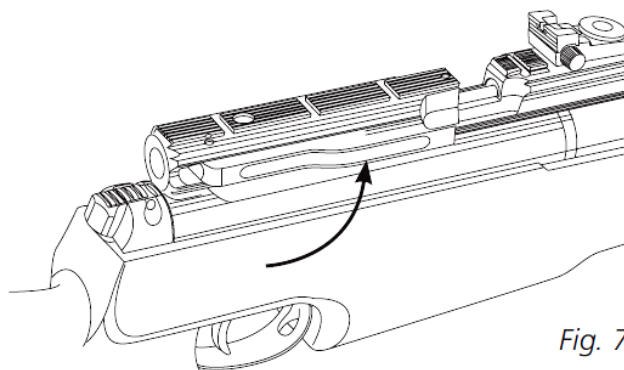

Fig. 7
- Før ladegrebet frem, som er vist på Fig. 7.